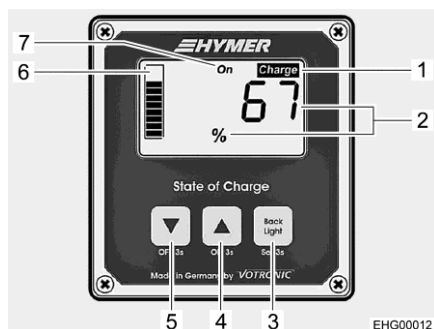

Fig. 89 Pannello di controllo (indicazione della capacità della batteria)
Quando si preme un tasto sul pannello di controllo, l'illuminazione del display si accende automaticamente. Se non si preme alcun tasto per 3 minuti, l'illuminazione si spegne automaticamente. L'illuminazione del display può essere spenta manualmente con il tasto (Fig. 89,3).
L'indicatore mostra lo stato di carica totale della batteria dell'abitacolo e della batteria al litio. Il valore della capacità della batteria è espresso in percentuale (Fig. 89,2) e viene visualizzato anche sotto forma di grafico a barre (Fig. 89,6).
- Se il display non mostra ancora la capacità della batteria: Premere il tasto (Fig. 89,4) o il tasto (Fig. 89,5) per 3 secondi per passare alla visualizzazione della capacità residua della batteria (Fig. 89,2).
Se la capacità della batteria scende al di sotto del 20 %, l'indicatore "Charge" (Fig. 89,1) lampeggia. In questo caso caricare le batterie.
- Se il display non mostra ancora la tensione della batteria: Premere il tasto (Fig. 89,4) o il tasto (Fig. 89,5) per 3 secondi per passare alla visualizzazione della tensione della batteria (Fig. 90,1).